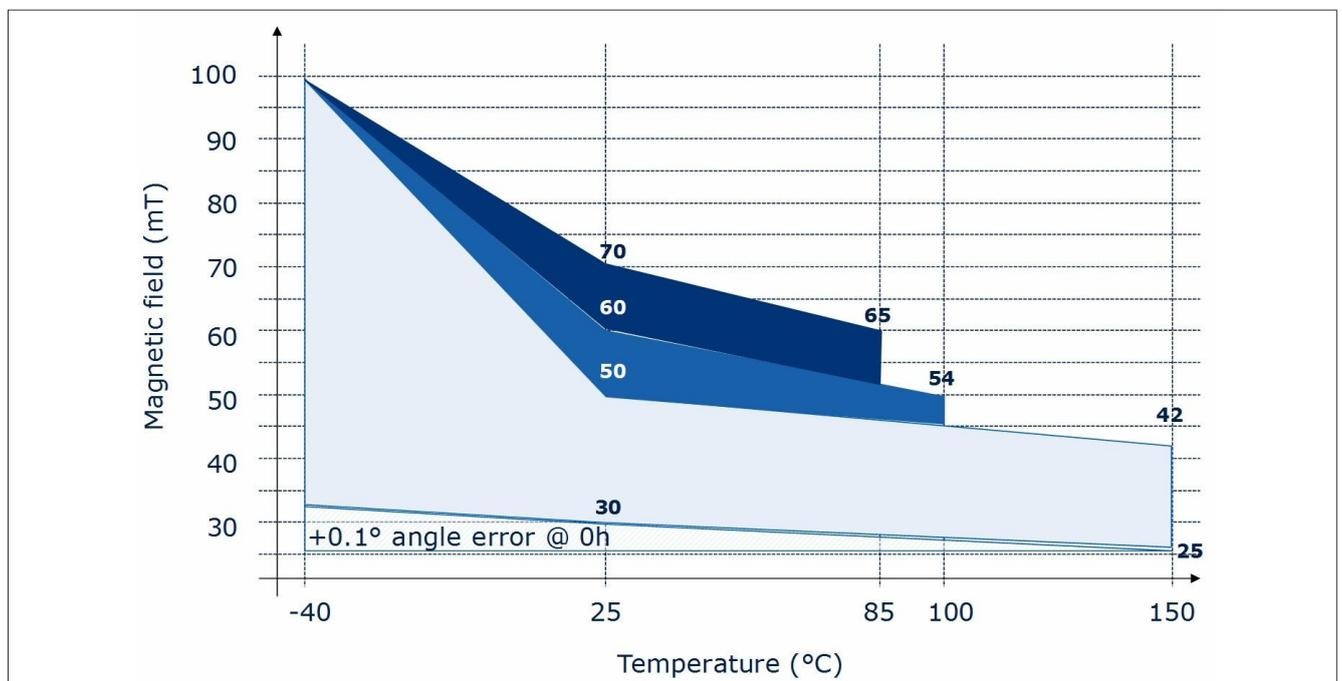

图 14 允许的磁场范围与结温的关系。
- 3) 参见图 14。
磁铁的磁场强度可在图 14 的彩色区域内选择。通过限制结温, 可以应用更高的磁场。在最高温度 $T_J = 100^\circ\text{C}$ 的情况下, 允许在 $T_J = 25^\circ\text{C}$ 时使用高达 60 mT 的磁铁。